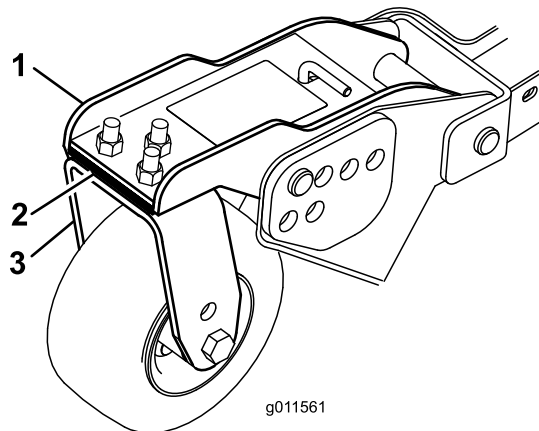

Bild 111
1. Entfernen Sie die Schrauben und Muttern, mit denen das vordere Laufrad an der Laufradgabel befestigt wird (Bild 111).